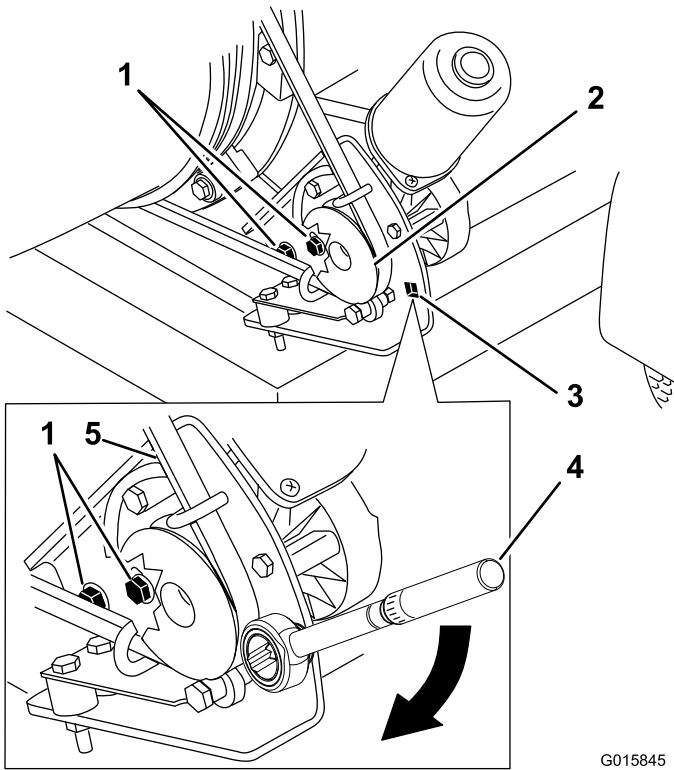

Bild 31
1. Lockern Sie die Schrauben, mit denen die Befestigungshalterung der Riemenscheibe am Bläserrahmen befestigt ist (Bild 31).
- Platzieren Sie einen Drehmomentschlüssel in der Riemenscheibenbefestigungshalterung (Bild 31).
- Schwenken Sie die Riemenscheibenbefestigungshalterung von der Düse weg, bis der Drehmomentschlüssel 22,6 bis 26,0 Nm anzeigt (Bild 31).